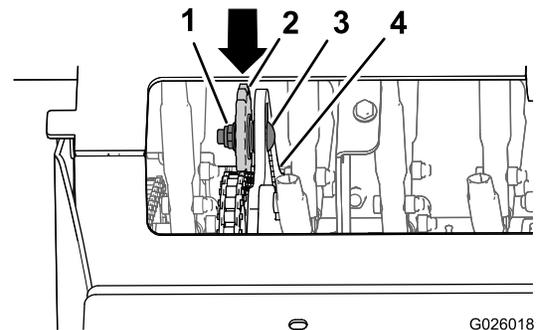

Figura 61
4. Afloje la contratuerca y el perno de cuello cuadrado que sujetan el piñón del tensor (Figura 61).
- Presione hacia abajo y hacia adelante sobre el piñón para aumentar la tensión de la cadena, según se muestra en la Figura 61.